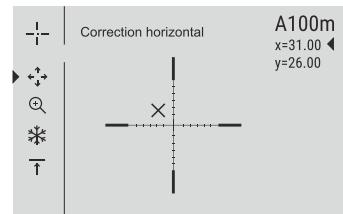

Fig.5
- Si le point d'impact ne correspond pas au point de visée (centre du réticule du viseur), maintenez enfoncé le bouton M (4) pour ouvrir le menu principal.
- Une croix auxiliaire  apparaît au centre de l'affichage, et les coordonnées de la croix auxiliaire X et Y apparaissent en haut et à droite (voir Fig. 5).